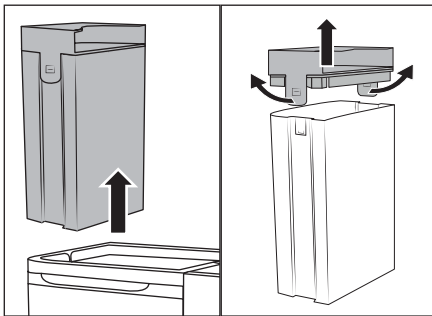

Fig. 5
(1) Hæld kun koldt eller varmt vand fra hanen eller destilleret vand i brugsvandsbeholderen ② . Brug ikke kogende vand. (2) Brug aldrig produktet uden vand i brugsvandsbeholderen ② .
(3) Brug kun almindeligt ikke-skummende polsterrengøringsmiddel eller **LIDL W5 eddikerens**. Andre rengøringsmidler kan ødelægge produktet. Vi anbefaler at tilsætte tre spiseskefulde **LIDL W5 eddikerens** til en komplet påfyldning (1,7 liter) af brugsvandsbeholderen ② . Eventuelt kan du forhøje andelen af eddikerens lidt efter lidt, til du opnår det ønskede resultat.
- ◆ Hold i håndtaget ① på brugsvandsbeholderen ② , og tag den ud af produktet oppefra (se fig. 5).
- ◆ Træk de to holdetapper lidt ud, og tag låget ① af (se fig. 5).
- ◆ Fyld produktet med vand fra vandhanen eller med destilleret vand, og tilsæt eventuelt polsterrengøringsmiddel eller W5 eddikerens. Overhold anvisningerne fra producenten. Sørg for, at brugsvandsbeholderen ②  højst fyldes til MAX-markeringen.
- ◆ Sæt låget ① på brugsvandsbeholderen ② , og tryk det ned, indtil de to holdetapper går i indgreb.
- ◆ Hold i håndtaget ① på brugsvandsbeholderen ② , og sæt den ind i produktet igen.